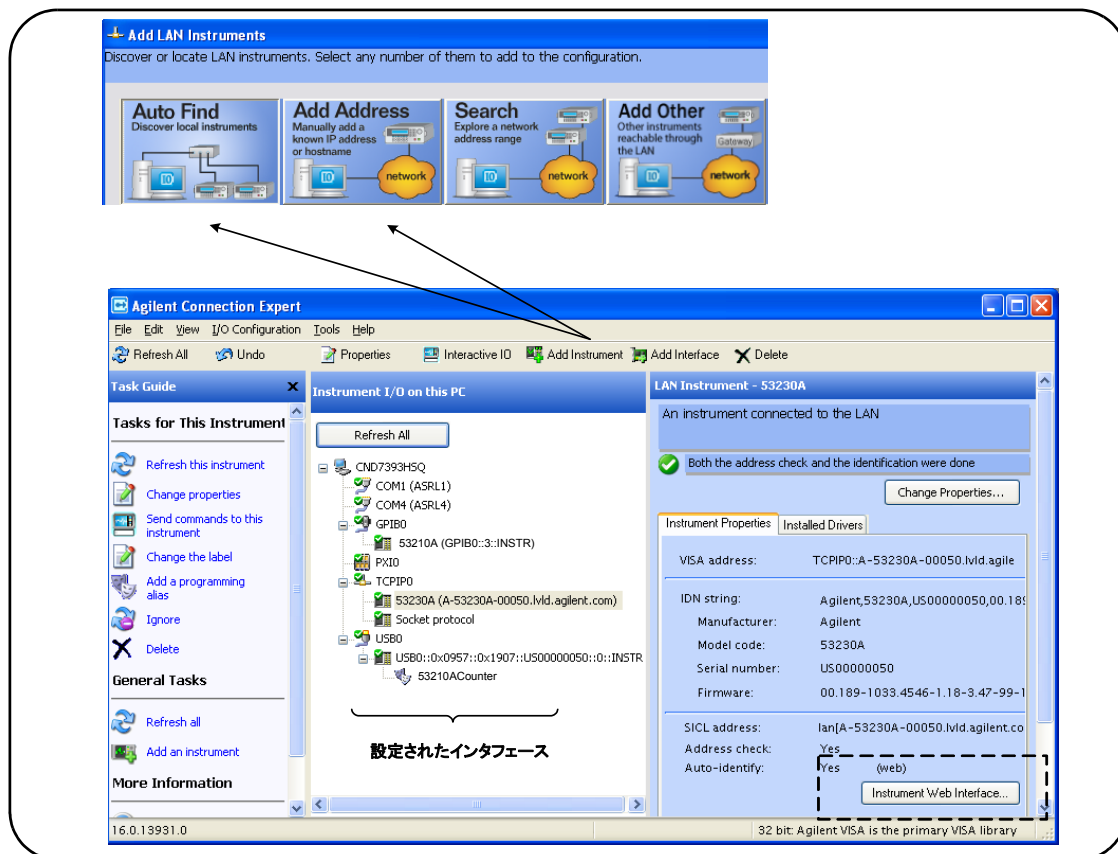

図2-4. Agilent Connection Expertのインターフェース・ウィンドウ。
Agilent Connection Expertが開き、初期画面と図2-4に示すウィンドウが表示されます。インストール中に設定されたコンピュータ・インタフェースが左側の列（**Explorer**ウィンドウ）に、設定済みインタフェースのプロパティが右側の列（**Properties**ウィンドウ）に表示されます。
**ソケット・プロトコルの使用** 高い性能が必要な場合は、LAN設定に追加された測定器に対してソケット・プロトコルを使用することもできます。この接続を使用するには、‘Add Instruments’メニューから‘Add Address’を選択します（図2-4）。このウィンドウで、測定器のホスト名またはIPアドレスを入力し、‘Optional Socket Connection’の下で、‘Use socket connection’を選択します（図2-5）。1つの測定器の設定にVXI-11とソケットの両方の接続が含まれていてもかまいません（図2-4）。
LANインタフェースは、カウンタのWebユーザ・インタフェースにアクセスできる唯一のI/Oインタフェースです。Web UIを開くには、設定済みのLAN測定器を強調表示し(図2-4)、Connection Expertウィンドウから“Instrument Web Interface...”を選択します。
53210AとPCをUSBケーブルで接続した状態で、Agilent Connection Expert(図2-4)がまだ開いていなければ起動します。PCはUSBデバイスの存在を検出します。必要な場合、USBデバイス(USB0)を右クリックして、“Refresh This Interface”を選択します。
Connection Expertは、測定器との間の通信経路を確立しようとします。成功した場合、測定器がUSB設定済みのリストに追加されます(図2-4)。USBアドレスは、次のようにしてフロント・パネルから読み取れます。
GPIBインタフェースに測定器を追加するには、GPIB0を強調表示し、Connection Expert ツールバーにある“Add Instrument”を選択します（図2-4）。「New GPIB Instrument」ウィンドウが表示されたら（図2-7）、カウンタのGPIBアドレスを選択し（注記：工場設定アドレス=3）、‘OK’を選択します。
GPIB アドレスを変更しても、**Connection Expert** のインタフェース・ウィンドウ (図 2-4) は新しいアドレスで更新されません。